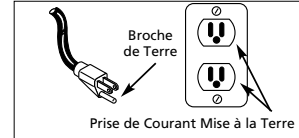

Figure 1 - Méthode de mise à la terre
- Ce produit est conçu pour l'utilisation d'un circuit de 120 volts et a une fiche de mise à la terre comme celle indiquée sur la Fig. 1. Assurer que le modèle est